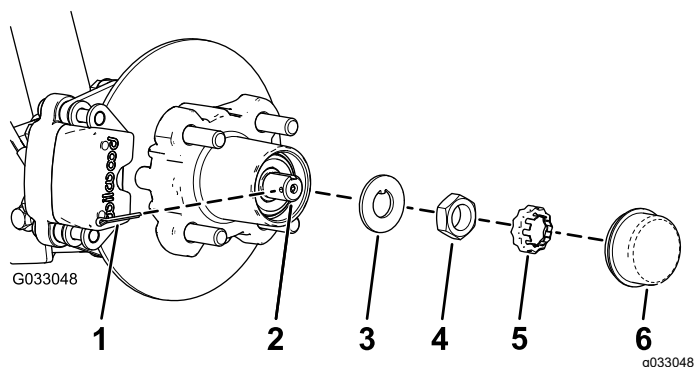
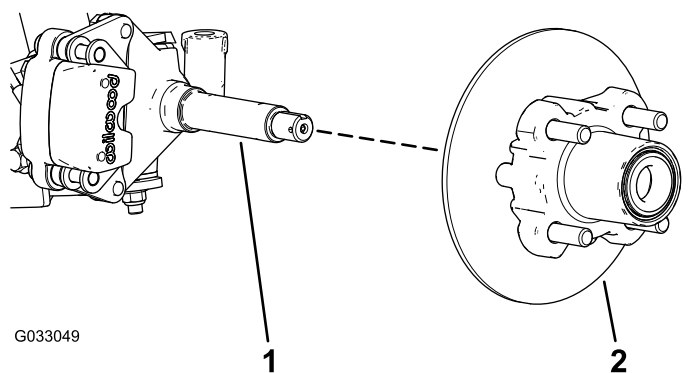

Figure 24
Figure 25
4. Déposez le couvre-moyeu du moyeu (Figure 24).
5. Retirez la goupille fendue et l'arrêt d'écrou de la fusée et de son écrou (Figure 24).
6. Retirez l'écrou de la fusée et déposez l'ensemble moyeu et disque de la fusée (Figure 24 et Figure 25).